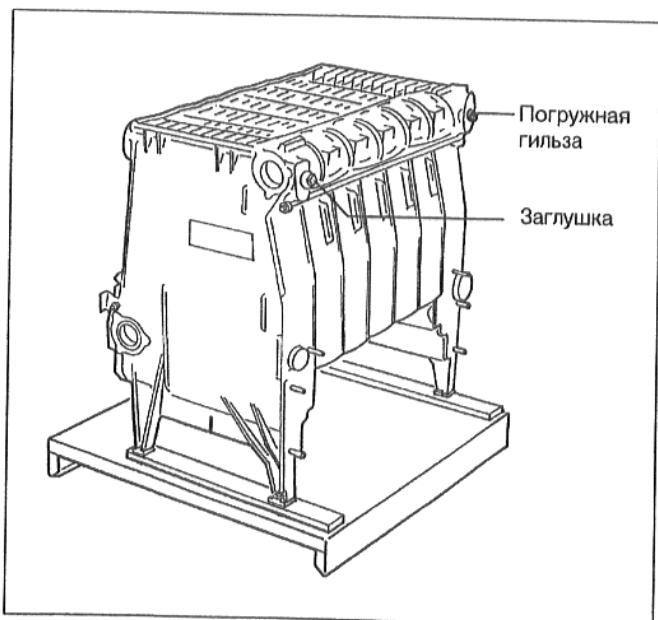

Рис. 14
- На передней стороне котла изолировать погружную гильзу и заглушку, используя пеньку и уплотнительную массу для резьбы (Рис. 14).